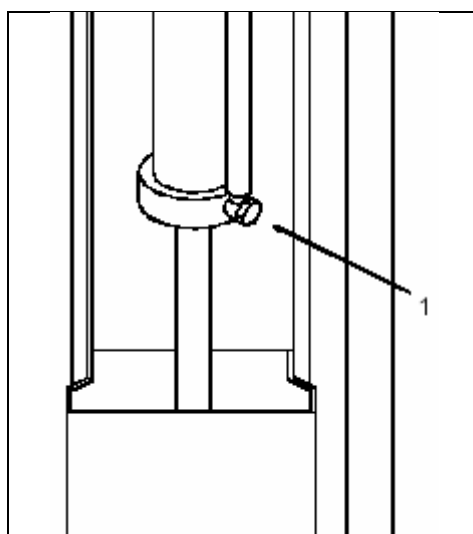

Рис. 17
- Клапан блокировки (поз. 1, Рис. 17), установленный на гидроцилиндре, который срабатывает в случае возникновения неисправностей в гидросистеме подъемника (силовой блок / шланги).